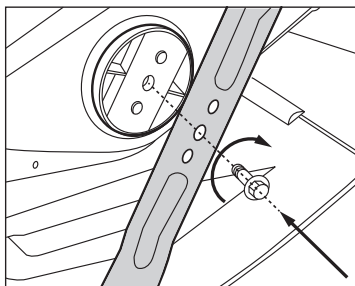

Рис. 13
5. Закрепите новый нож болтом, подложив под него шайбу. Обратите внимание на то, чтобы нож был правильно ориентирован (рис. 13).